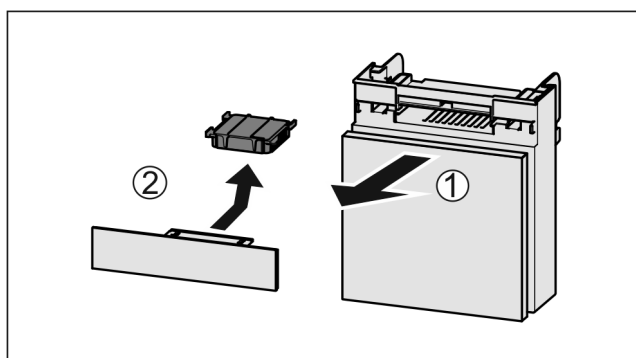

Fig. 148
- ▶ Вытянуть Fig. 148 (1) отделение движением вперед.
- ▶ Извлечение Fig. 148 (2) фильтра с активированным углем.